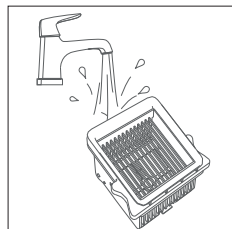

Fig. 18 – Pulizia del filtro
- ▶ Pulire anche il filtro EPA 10 sotto acqua corrente tiepida (**vedere Fig. 18**).